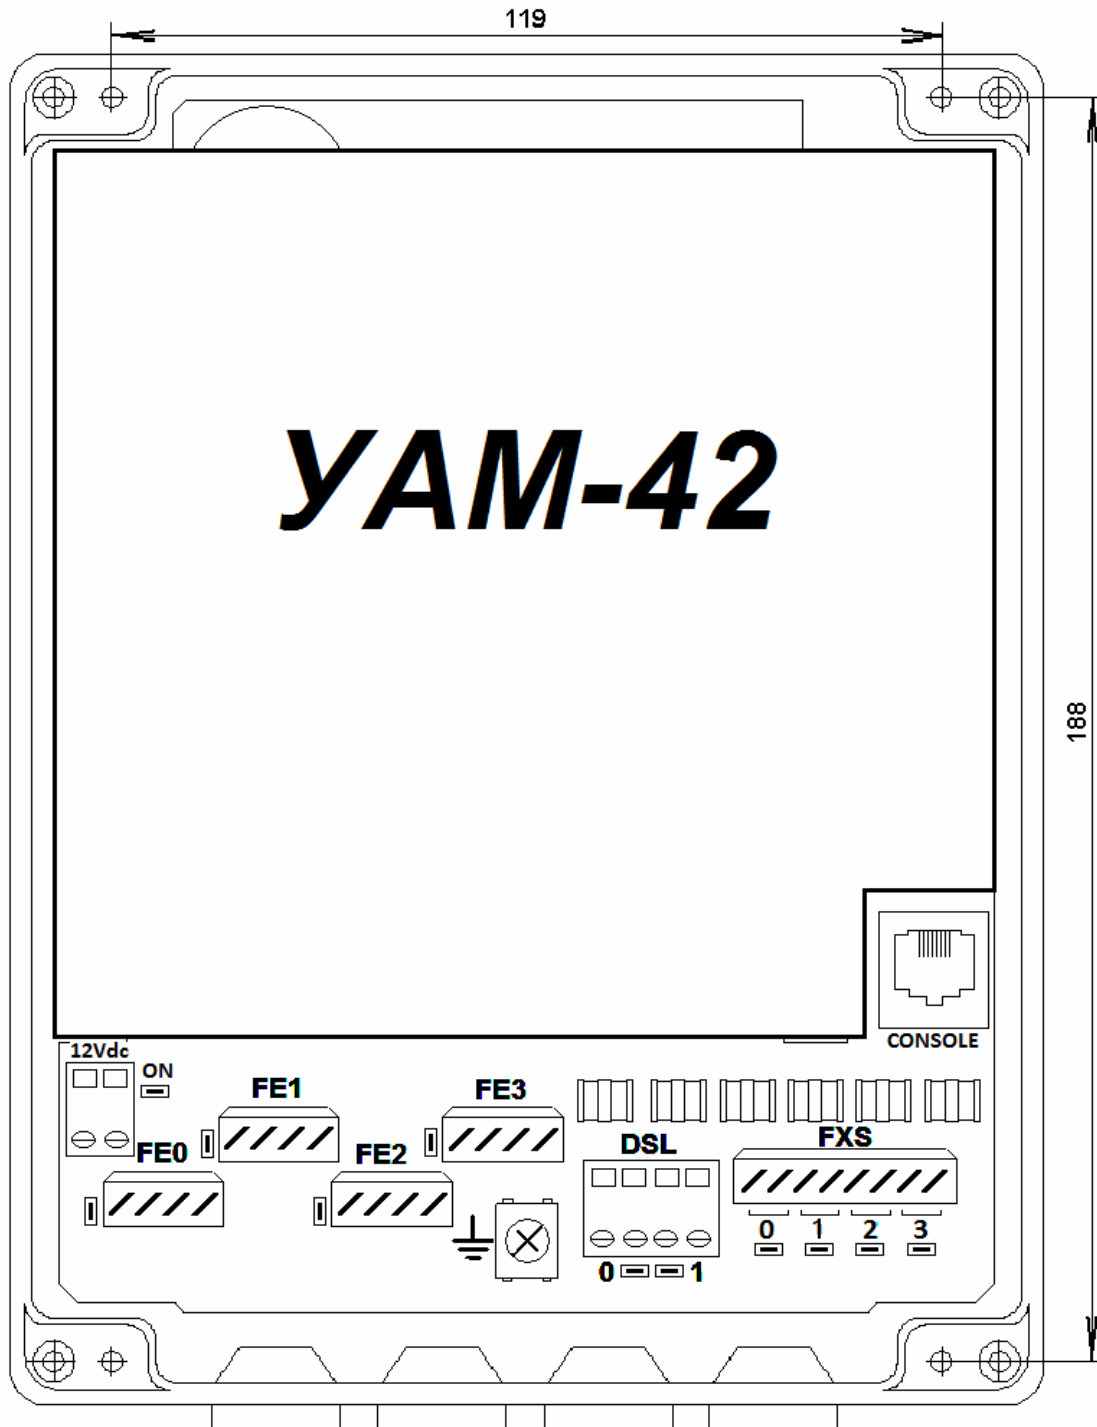

Рис.2.2 Вид УАМ-42 с 4 абонетскими и 4 Ethernet-портами.
2.1.3 УАМ (рис.2.2) представляет собой блок, конструктивно обеспечивающий защиту от проникновения пыли и влаги и предназначенный для размещения на столе или стене внутри помещения.